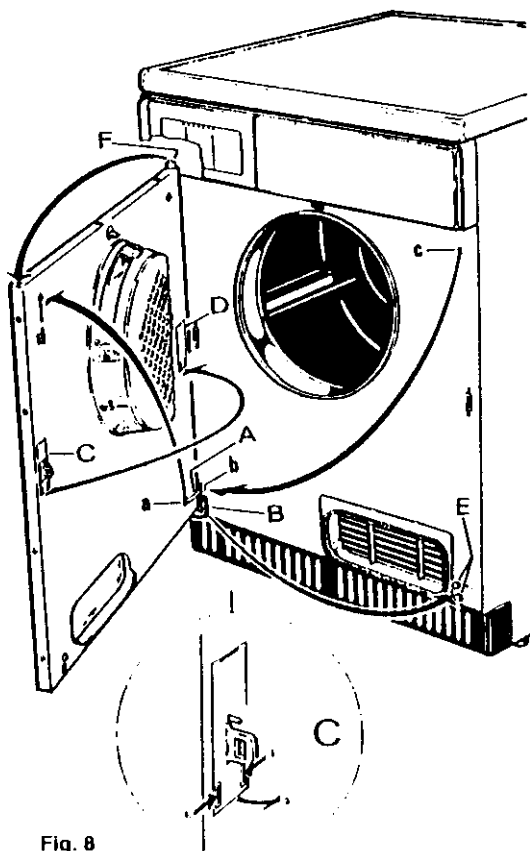

Fig. 8
Changement de côté des gonds pour l'ouverture de la porte de gauche à droite (voir fig. 8 et 8 a).
**Opérations à effectuer** (voir fig 8)
Fig. 8 a